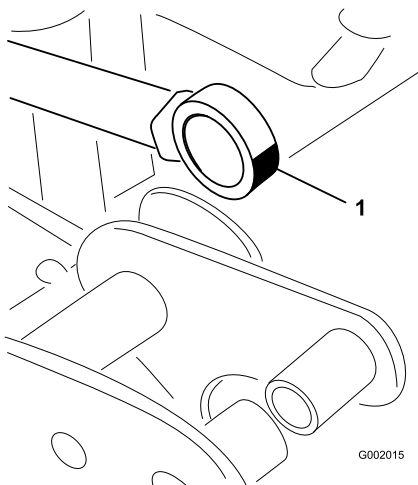

Figura 67
5. Ruotate il cuscinetto terminale dell'asta e applicate del grasso sul cuscinetto (Figura 67).